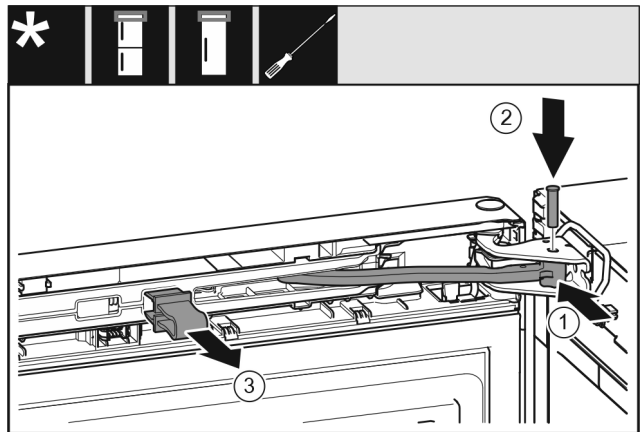

Fig. 42
- Tourner la jointure *Fig. 42 (1)* dans le support de palier.
- Insérer l'axe *Fig. 42 (2)* dans le support de palier et la jointure. Veiller à ce que l'ergot soit bien en place dans la rainure.
- Retirer la fixation *Fig. 42 (3)*.